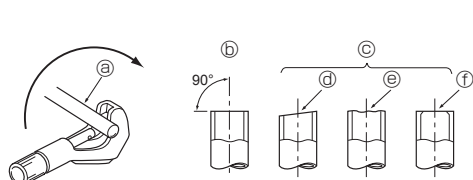

Fig. 5-3
5.2.1. Κόπτη αγωγών (Fig. 5-3)